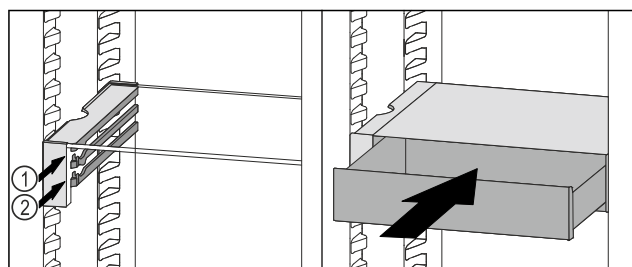

Fig. 106
- ▶ Założyć szufladę VarioSafe za stoperami na wybranych żebrach Fig. 106 (1) lub Fig. 106 (2).